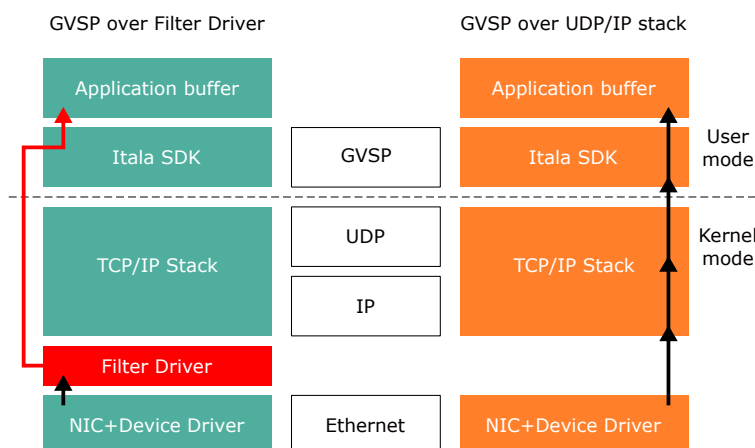

Figure 4: 带和不带滤波器驱动器的 GigEVision Streaming (GVSP)
会增加延迟和主机 CPU 占用率的标准网络协议栈（图 4）。这样就实现了低级数据包处理卸载，优化了主机系统资源消耗。
4. 安装结束后，过滤器驱动程序将出现在 NIC 属性窗口中（图 4）。